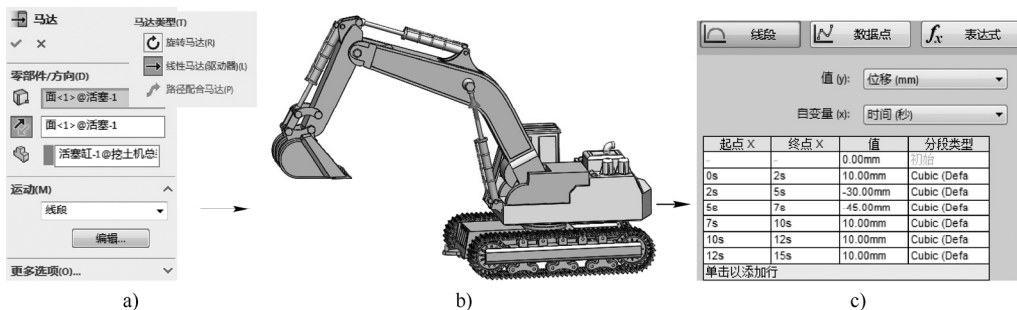

图 11-45 添加第一个线性马达并设置马达线段操作
STEP 3 同 **STEP 2** 的操作，单击“马达”按钮，选择支撑动臂的一个“活塞”，选择要相对移动的零部件下部的“活塞缸”，然后输入“线段”运动类型的相关数据，如图 11-45 所示，添加一线性马达。